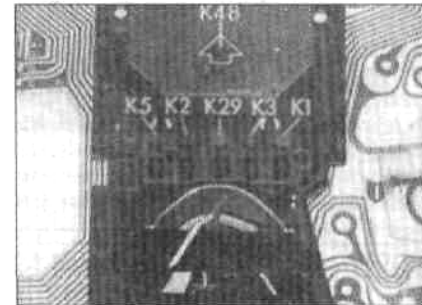

Рис. 10.36 Расположение светодиода на крепежной панели индикаторов (Глава 20)
- 8 Предупреждающий индикатор LED установлен в гнезде, как показано на Рис. 10.36. При его замене, каждый светодиод можно свободно снять со стопорной планки, но при этом заметьте, что один из выводов смещен. Это минус соединения, и важно что бы он был правильно подсоединен. При необходимости, диодный блок держателя может быть снят аккуратно приподняв его и освободив из разъема предупреждающей лампочки.